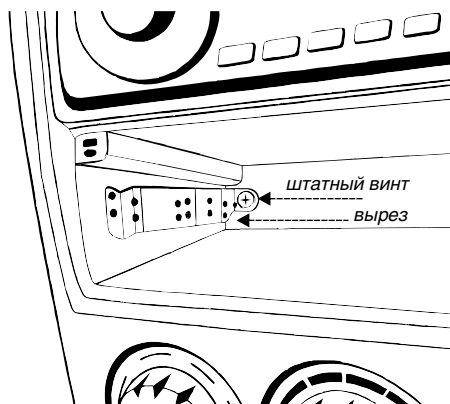

Рис. 22
4. Вставьте винты в крепежные отверстия кронштейнов, прикрутите штатными винтами кронштейны, установив их вдоль боковых стенок отсека так, чтобы стороны с фигурными вырезами были направлены вниз. См. рис. 22.